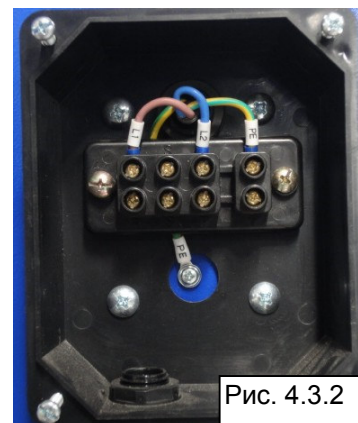

Рис. 4.3.2
1. Откройте электрическую коробку (Рис. 4.3.2), чтобы подключить кабели, как показано на рисунке.
Он должен вращаться в том же направлении, что и подача панели. Если это не так, поменяйте местами две из трех фаз (L1, L2, L3 380/3) (Рис. 4.3.2)